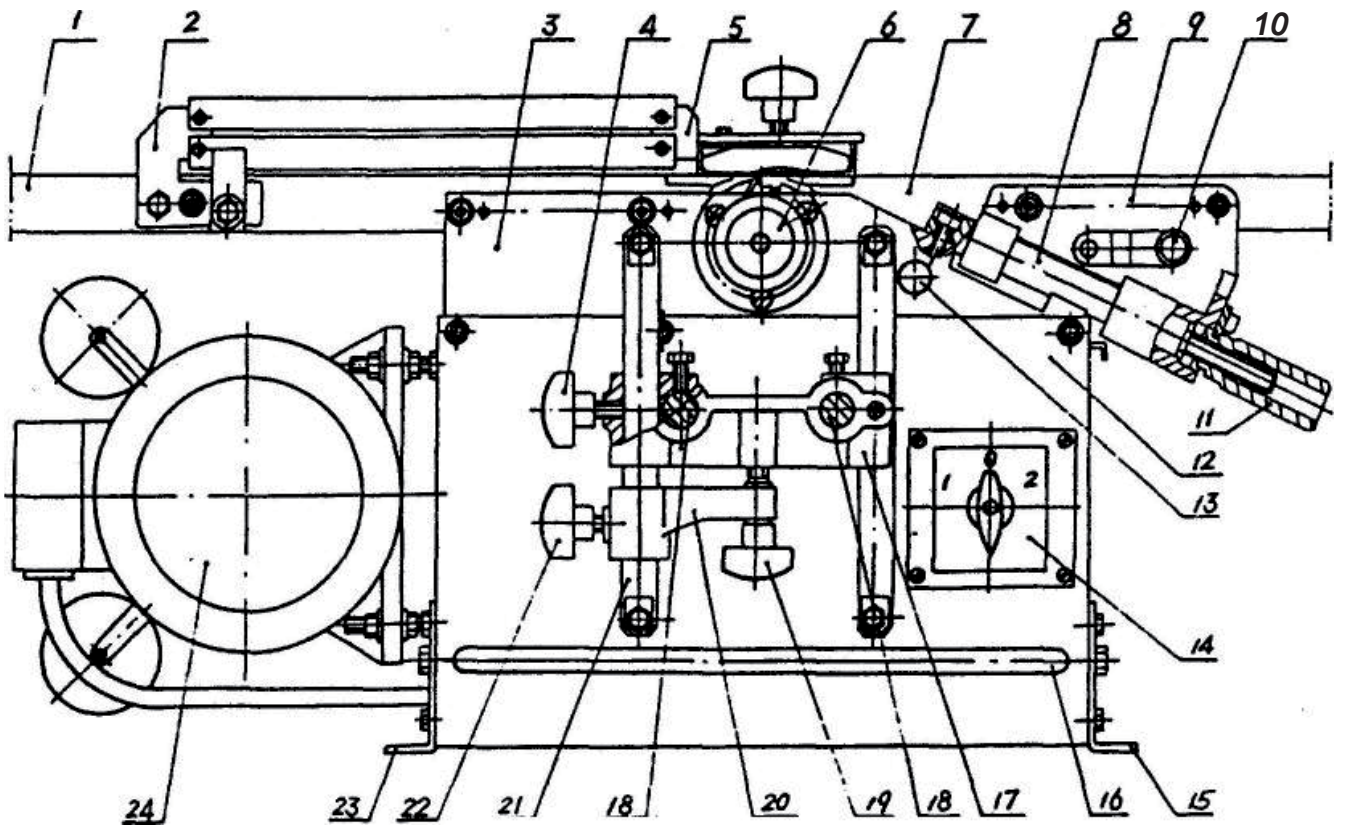
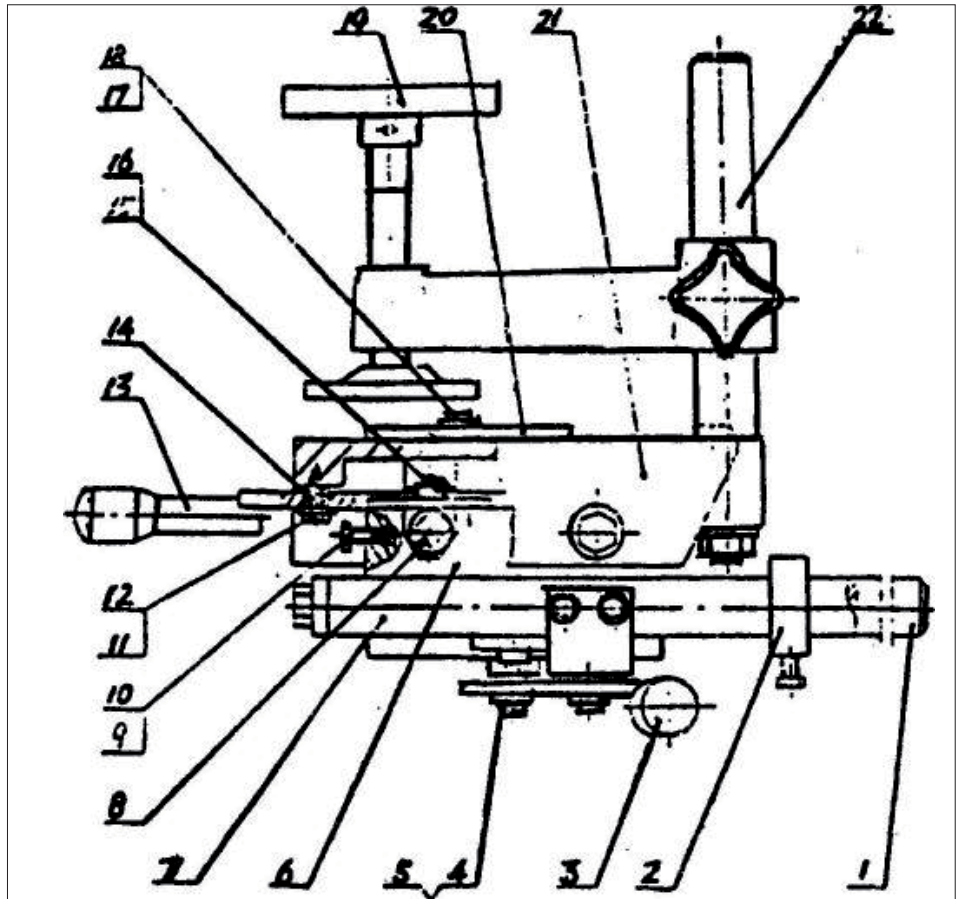
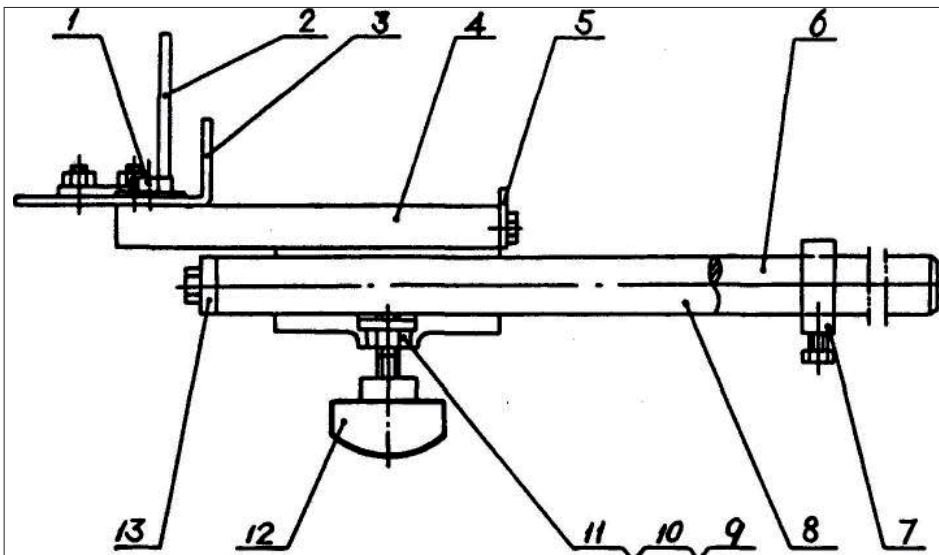

Рис. 1 Схема станка
Рис. 2 Свердлильний блок тип А
Рис. 3 Свердлильний блок тип В
- Є два типи блоків такого роду деталей. Тип А (див. Рис. 2) та тип Б (див. Рис. 3). Зазвичай ми надаємо свердлильний блок типу Б, однак за потребою клієнта ми можемо також надати і тип А.
- Після встановлення свердлильного блоку типу А, як зазначено на Рис. 2, розмістіть роликові напрямні 1 та 7 у контрольних отворах рухомої основи 17, як зазначено на Рис. 1, та закріпіть його.
- Або після встановлення свердлильного блоку типу Б, як зазначено на Рис. 3, розмістіть роликові напрямні 6 та 8 у контрольних отворах рухомої основи 17, як зазначено на Рис. 1 та закріпіть його.
#### Свердлильний блок тип А (Рис. 2)
#### Свердлильний блок тип В (Рис. 3)